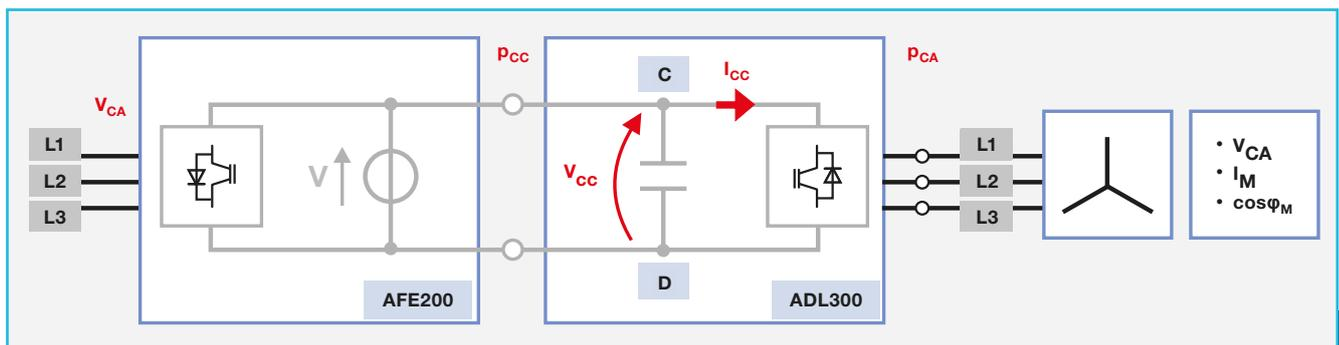

Fig.2: Módulo de energia regenerativa AFE200
**3. A fonte de alimentação regenerativa AFE200** deve conseguir alimentar o drive e permitir que ele forneça corrente nominal e corrente de sobrecarga ao motor. Considerando o circuito elétrico equivalente (ver Fig. 2), a potência de entrada para o drive  $P_{cc}$  deve ser igual à potência de saída  $P_{ca}$  entregue ao motor como resultado da eficiência do drive. A corrente  $I_{cc}$  a ser entregue pelo módulo AFE200 está vinculada aos parâmetros do motor